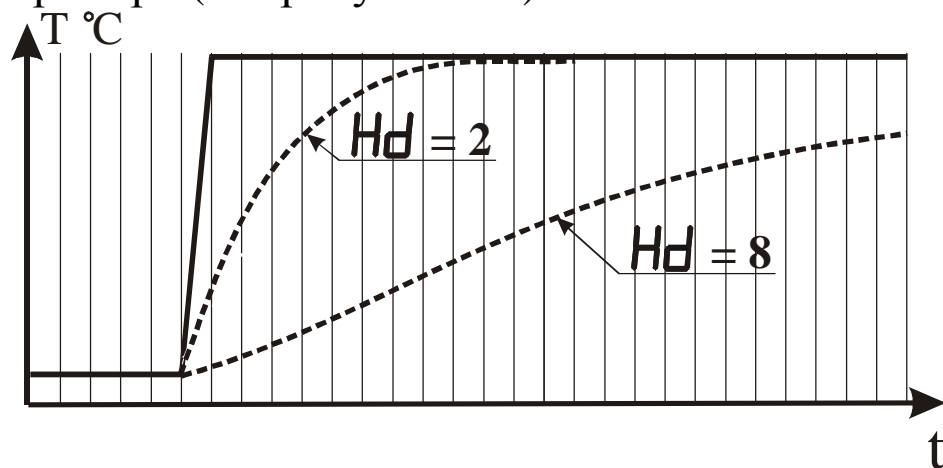

Рисунок 3.9 - Влияние параметра “Время усреднения” на показания прибора при различных значениях параметра  $Hd$
3.3.2.8 Параметр “Время усреднения” указывают в количестве периодов опроса входного датчика ( $N_{\text{опр.}}$ ). Этот параметр позволяет добиться более плавного изменения показаний прибора. Для этого производится вычисление среднего арифметического из последних ( $N_{\text{опр.}}$ ) измерений. При значении параметра равном 0 интегратор выключен. Уменьшение значения времени усреднения приводит к более быстрой реакции прибора на скачкообразные изменения измеряемого параметра, но снижает помехозащищенность прибора (см. рисунок 3.9).